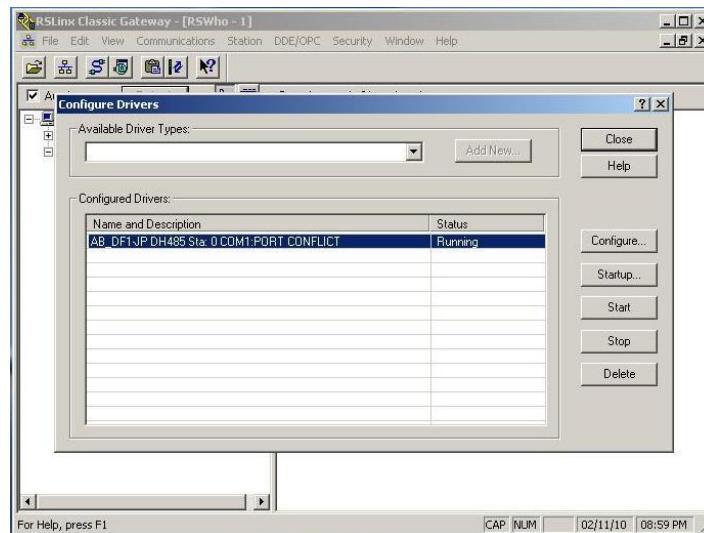

Figura 109: conflicto en el RS232DF1 del RSLinx
**Nota:** para el desarrollo de estos pasos, el Kep Server hace uso del driver: RS232DF1, cuando se hace uso de este driver por esta aplicación, no debe estar siendo usado por el software RSLinx, en tal caso parar el uso de este driver en el RSLinx (ver Figura 109)